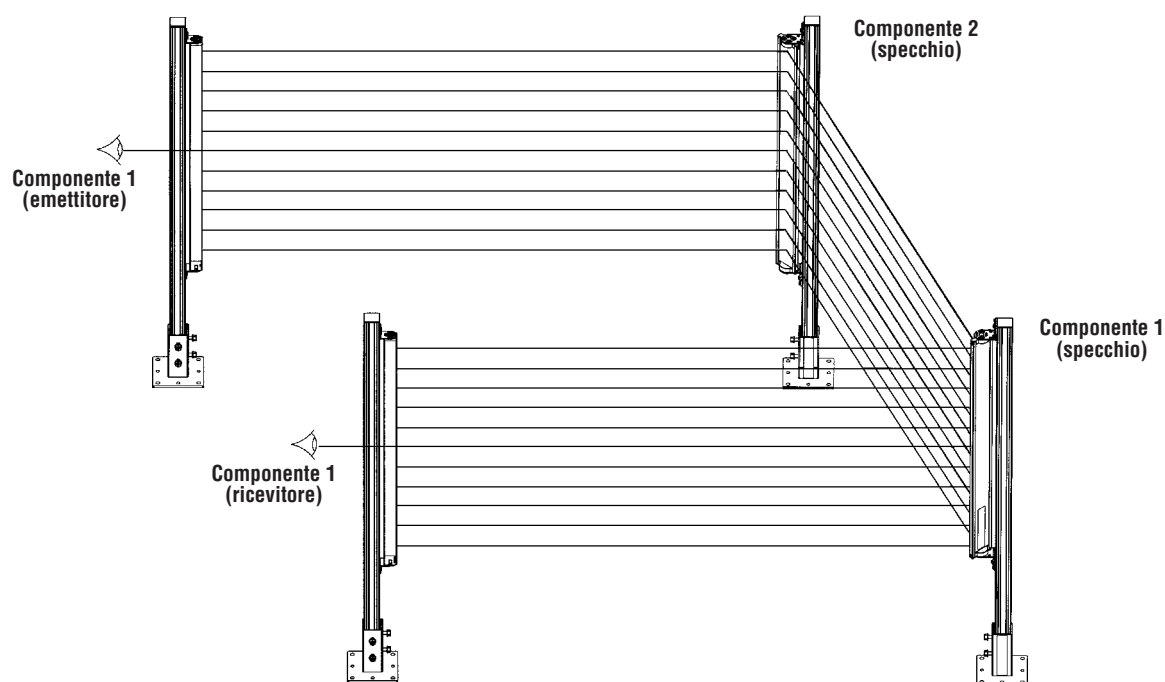

Figura 41 Allineamento degli specchi deflettori
- 2) Facendo riferimento alla Figura 41 a pagina 47, porsi alle spalle di uno dei sensori e guardare direttamente in direzione dello specchio (o del primo specchio del percorso ottico). Se l'allineamento è corretto, sarà possibile vedere le lenti dell'altro sensore riflettersi sullo specchio.